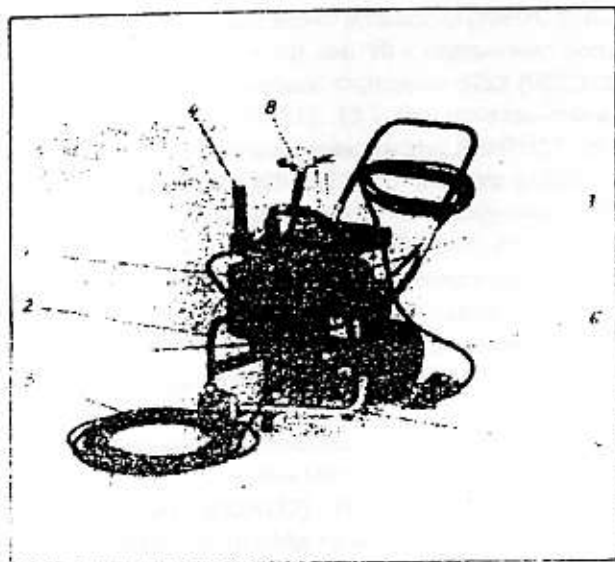
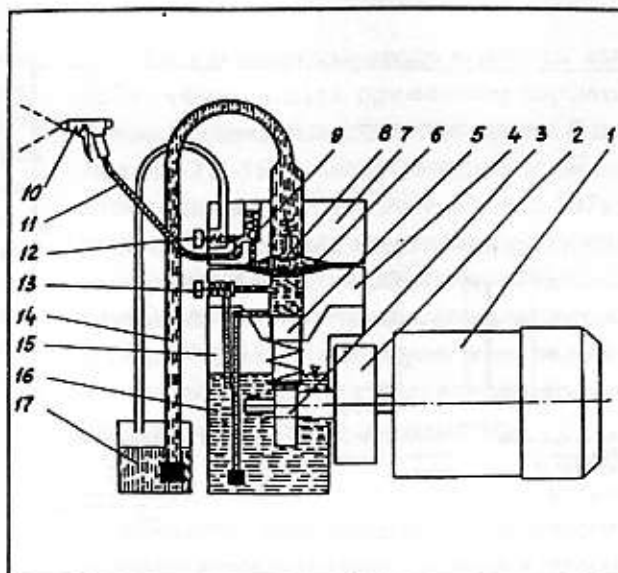

Рис. 1
Рис. 3
5.1. Общие виды окрасочных агрегатов «Финиш-207», «Финиш-211», «Финиш 211-1» приведены на рис. 1 и 2, а гидравлические и электрические схемы на рис. 3, 4 и 5.
Рис. 1. Окрасочный агрегат высокого давления «Финиш-207». 1 - насос, 2 - тележка с откидной ручкой, 3 - электродвигатель (MCR90-LA-4K) с защитно-отключающим устройством, 4 - фильтр высокого давления, 5 - шланг высокого давления, 6 - электрический кабель с невзрыво-защищенным штепсельным разъемом, 7 - всасывающая система, 8 - пистолет
Рис. 3. Гидравлическая схема окрасочных агрегатов. 1 - электродвигатель, 2 - манометр, 3 - эксцентрик, 4 - вставка давления, 5 - поршень с пружиной, 6 - мембрана, 7 - ступень краски, 8 - всасывающий клапан, 9 - нагнетательный клапан, 10 - пистолет, 11 - шланг высокого давления, 12 - перепускной клапан, 13 - регулятор давления, 14 - всасывающая система, 15 - ступень масла, 16 - масло гидравлическое, 17 - краска